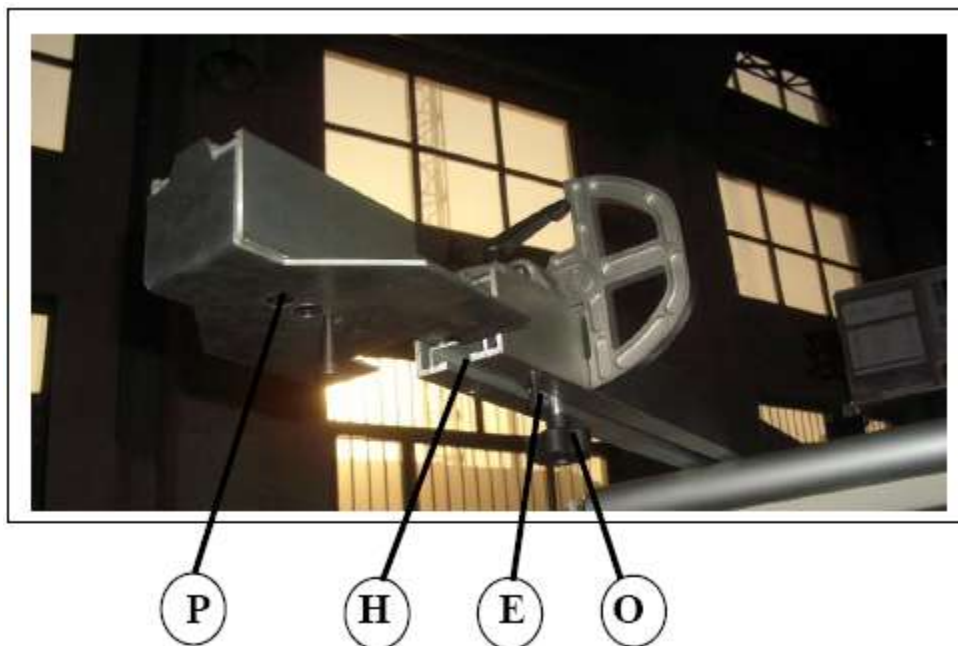
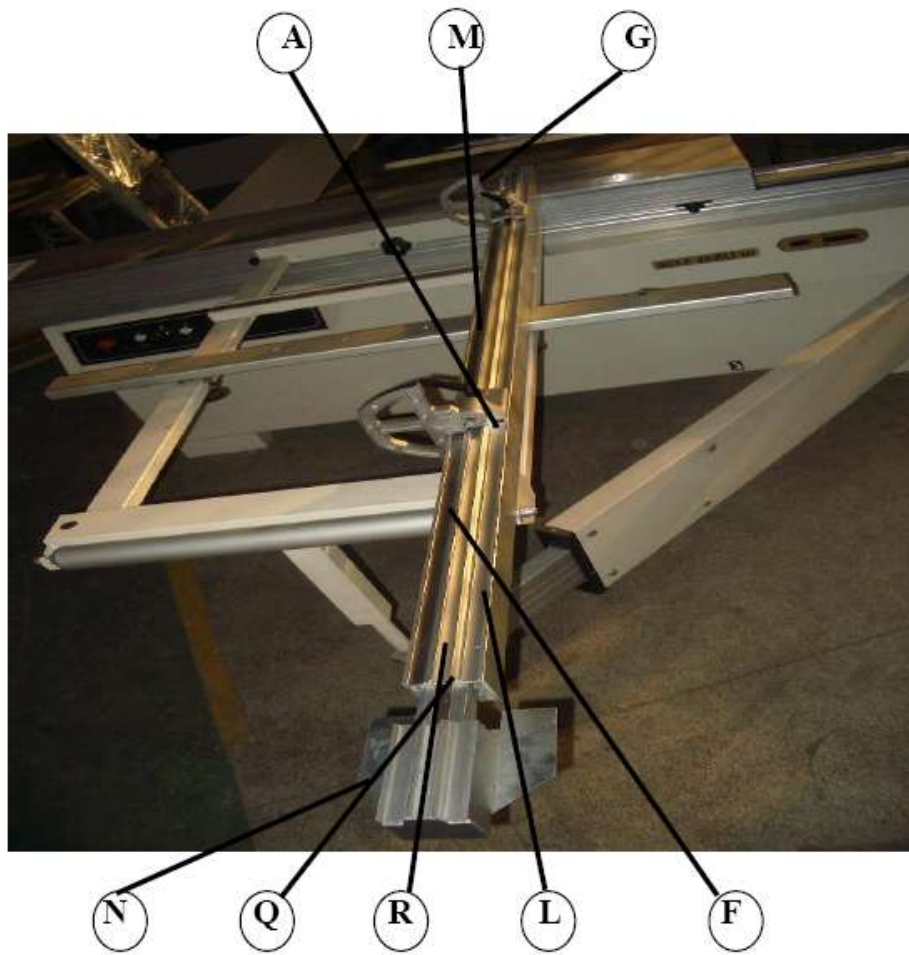

Рис. 2.6
Рис. 2.7
- 4) Ослабьте рукоятку E (рис. 2.6), переместите миллиметровую линейку F (рис. 2.7), чтобы считать то же самое значение (замеренное ранее) на краю упора.
- 5) Поверните упор G (рис. 2.7) на противоположную сторону линейки; ослабьте рукоятку G (рис. 2.6), переместите миллиметровую линейку L для выравнивания с миллиметровой линейкой F (рис. 2.7).
- Зафиксируйте упор A (рис. 2.7) на заданном значении, чтобы панель могла быть распилена.
- Установите уже обработанный край панели напротив линейки M (рис. 2.7), другой край напротив упора A (рис. 2.7).
Для распила панелей с шириной более 1550 мм Вам необходимо использовать телескопический элемент N (рис. 2.7), ослабив рукоятку O (рис. 2.6).
- 1) Перемести упор G (рис. 2.7) к элементу N (рис. 2.7).
- 2) Замерьте расстояние между упором G (рис. 2.7), миллиметровая линейка L.
- 3) Ослабьте рукоятку P (рис. 2.6), переместите центральную миллиметровую линейку Q (рис. 2.7), чтобы указатель R показывал аналогичное расстояние.
- 4) Затяните рукоятку (рис. 2.6).
Каждый раз при использовании телескопического элемента N (рис. 2.7) для пиления больших панелей указатель R (рис. 2.7) указывает на измерение.